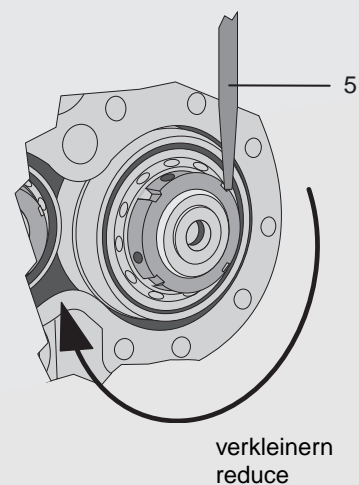

Fig. 3 Adjusting the axial clearance
- Die zwei Sicherungsschrauben (1, Abb. 3) am Umfang der Nutmutter lösen. Anschließend wieder leicht anziehen, damit die Nutmutter nicht wackelt oder zu leicht verdreht werden kann.